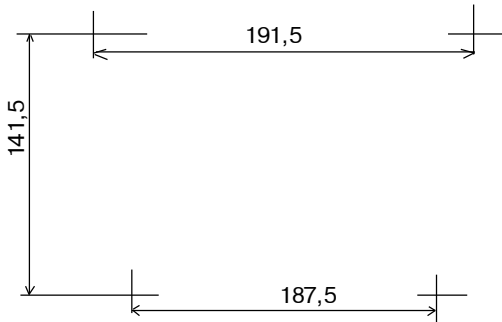

Рис. 44 Схема разметки для установки БРШС-А
- произведите разметку согласно чертежу, приведенному на рис. 44;